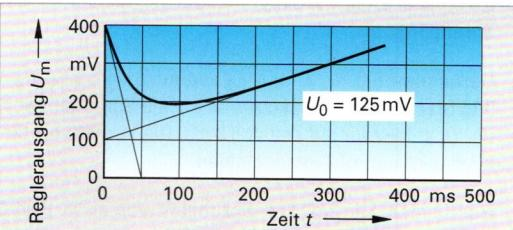

Bild 3: Sprungantwort eines PID-Glieds
5. Ermitteln Sie aus der Sprungantwort in **Bild 3** die Kennwerte des PID-Reglers.